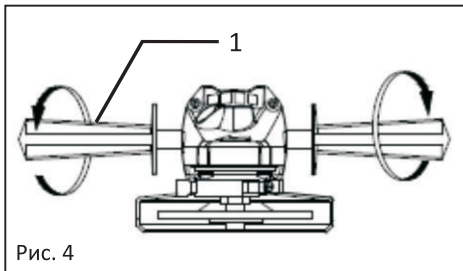

Рис. 4
**Внимание!** Перед работой всегда проверяйте надежность крепления боковой рукоятки. Прочно закрепите боковую рукоятку (рис. 4 и 5, поз. 1) на месте, поворачивая ее по часовой стрелке. Для моделей BA1412 и BA1415 боковая рукоятка может быть установлена в двух положениях. Для модели BA2523 боковая рукоятка может быть установлена в трех положениях.